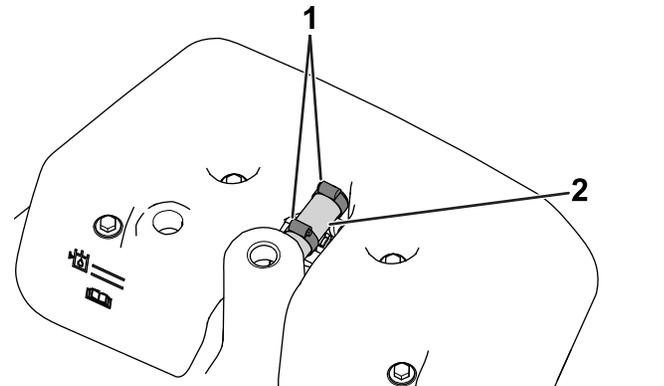

**Figure 2**
- Montez l'alarme sonore dans le cadre du bras de console (Figure 2).